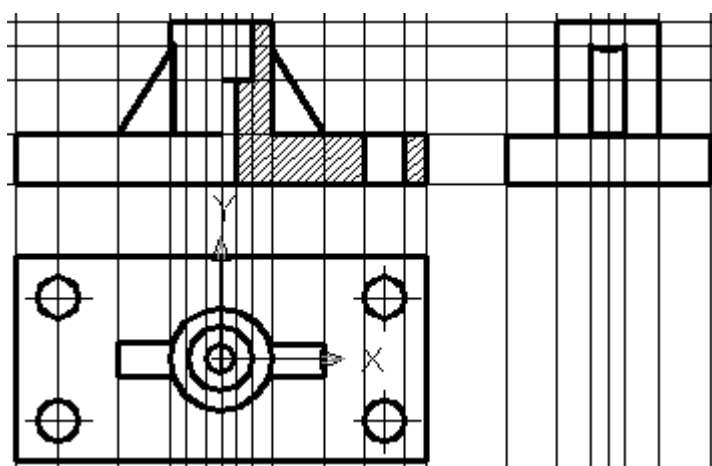

Рис. 4.4. Использование вспомогательных прямых
- 4.5.5 Построить вспомогательные линии, отражающие проекционную связь между видом сверху и главным видом. Использовать команду **XLINE (ПРЯМАЯ)** (см. рис.4.4);
- 4.5.6 Выполнить изображения главного вида и вида слева используя вспомогательные линии отражающие проекционную взаимосвязь (рис. 4.4). При построении вида слева рекомендуется использовать вспомогательные линии, имеющие одинаковое удаление от оси симметрии и построенные с
помощью опции **Offset** команды **XLINE (ПРЯМАЯ)** (см. рис. 4.4). При завершении построений изображений видов необходимо удалить вспомогательные линии чертежа;